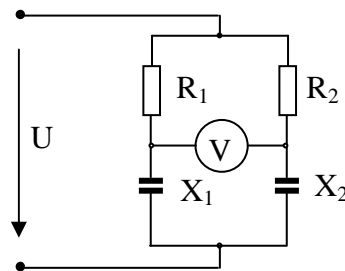

Рис. 2.5.4
2.5.4. Определить токи во всех ветвях схемы (рисунок 2.5.4) при $U=100 \text{ В}$, $R_1=12 \text{ Ом}$, $X_1=16 \text{ Ом}$, $R_2=7 \text{ Ом}$, $X_2=24 \text{ Ом}$. Построить векторную диаграмму. Определить показание вольтметра V . Сопротивление вольтметра принять бесконечно большим.